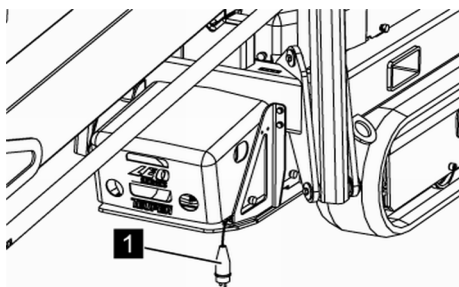

Fig. 40: Raccordement 230 V
1. → Brancher le connecteur (Voir la Fig. 40/1) à la rallonge de 230 V. Tenir compte de la longueur de câble nécessaire (☞ « Longueurs des câbles » à la page 40).